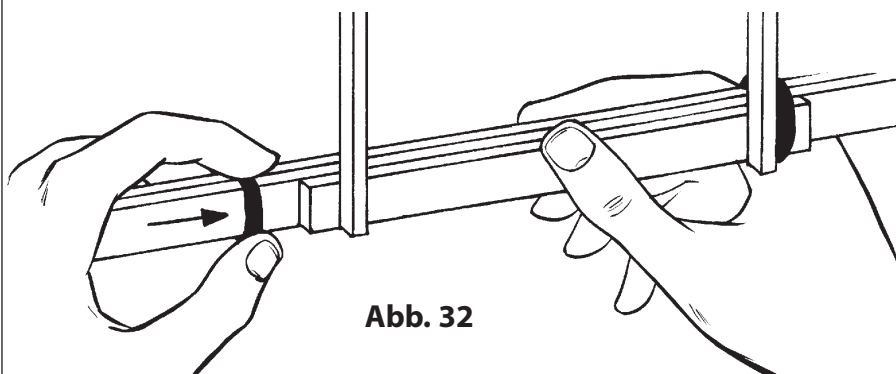

Abb. 32
7.10.1 Der Flügel wird mit der Flügelbefestigung von links, an der im Bauplan eingezeichneten Stelle, an den Rumpf gehalten. Die zwei Gummiringe am Rumpf werden über die Flügelbefestigung geschoben. (Abb. 32)